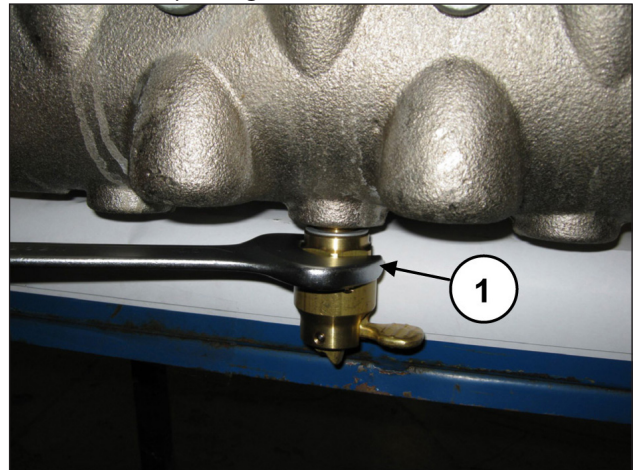

Fig. 103
Desserrer le dispositif d'ouverture des soupapes à l'aide d'une clé de 30 mm (rep. ①, Fig. 103).